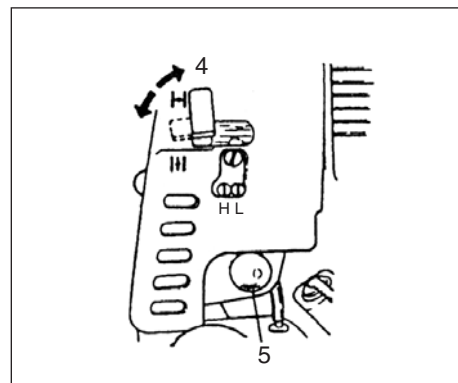

Fig.2-3
* Premere ripetutamente il primer (5) della pompa di adescamento per far affluire la miscela al carburatore attraverso il tubo di ritorno. (se la macchina ne é fornita) (Fig. 2-3)
3. Chiudere l'aria portando la leva in posizione (4). (Fig. 2-3)